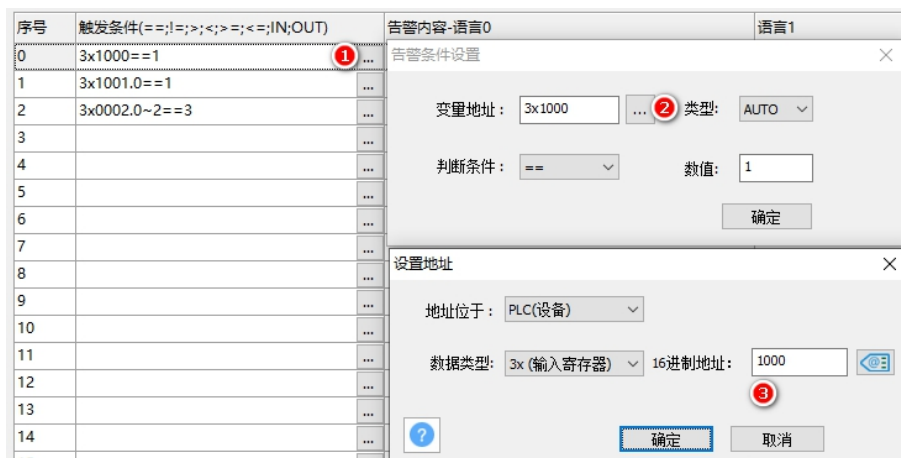

图 5-10 设定寄存器
- 设定寄存器等于某个值触发：3x1000==1，如下图 5-10 所示